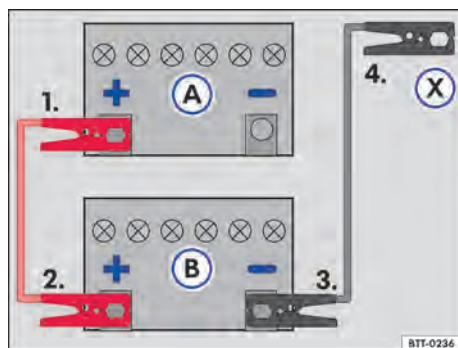

Fig. 200 Esquema para a conexão dos cabos auxiliares de partida: bateria do veículo descarregada (A) e bateria do veículo fornecedora de corrente (B).
Legenda para → Fig. 200:
Conectar o cabo auxiliar de partida somente na sequência **1 – 2 – 3 – 4** → Fig. 200.
→ Fig. 200 (A) → ⚠.
- Conectar a outra extremidade do cabo auxiliar de partida *vermelho* ao polo positivo (+) do veículo fornecedor de corrente (B).
- Conectar uma extremidade do cabo auxiliar de partida *preto* ao polo negativo da bateria do veículo fornecedor de corrente (B).
- Conectar a outra extremidade do cabo auxiliar de partida *preto* (X) no veículo com a bateria descarregada no ponto de auxílio à partida (ponto de aterramento) ou em uma peça de metal parafusada firmemente no bloco do motor – porém não nas proximidades da bateria (A) → ⚠.